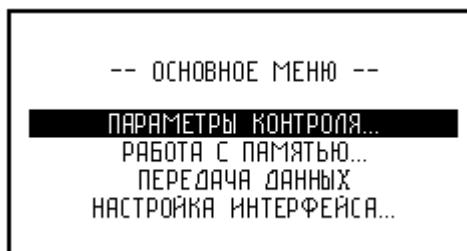

Рис.5.1 Основное меню дефектоскопа
5.5.1.2 Для входа в основное меню дефектоскопа однократно нажать кнопку «✖» МЕНЮ (рис.5.1).